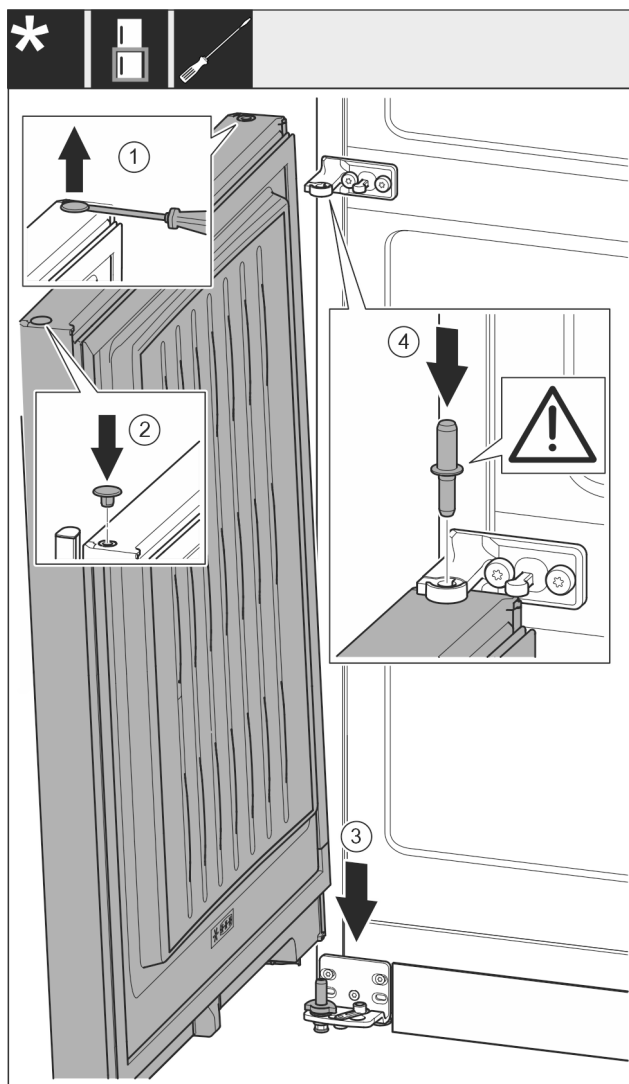

Fig. 24
- Zátku Fig. 24 (1) opatrně nadzvedněte plochým šroubovákem a vytáhněte.
- Zátku Fig. 24 (2) opět vložte na druhé straně dveří.
- Dveře Fig. 24 (3) nasad'te shora na dolní ložiskový čep.
- Prostřední ložiskový čep Fig. 24 (4) vložte do dolních dveří přes prostřední stojan ložiska. Přitom dávejte pozor, aby zajišťovací vačka směřovala dozadu.